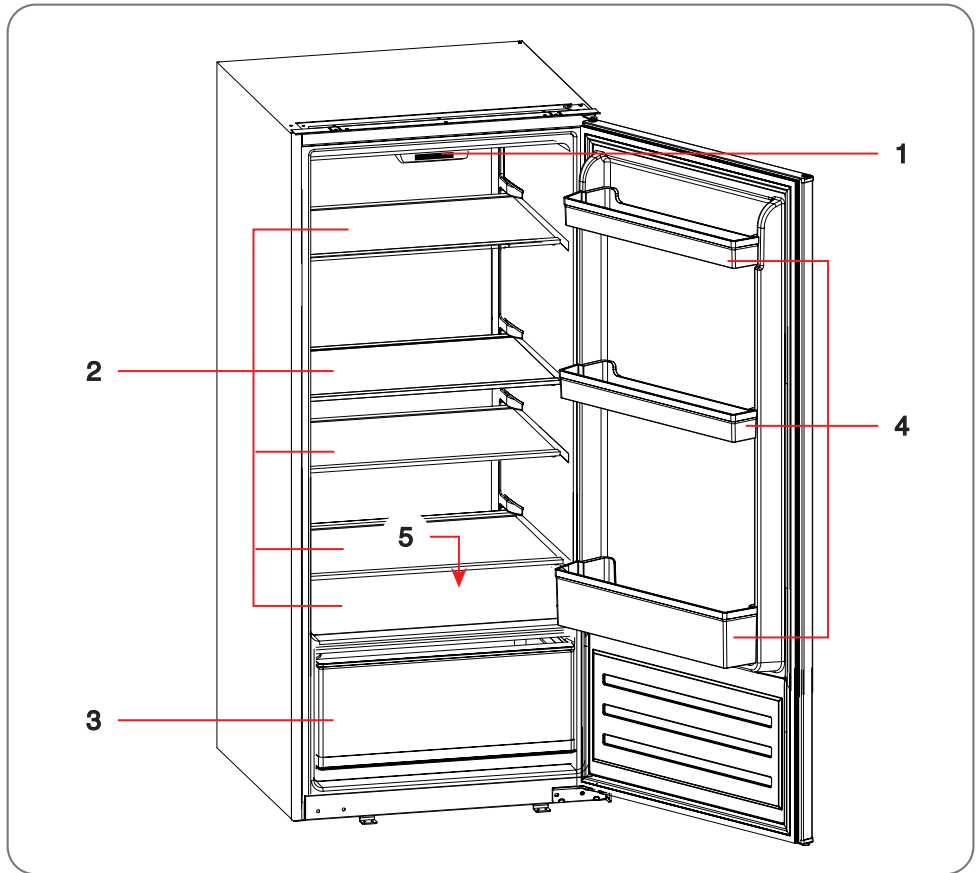

Abb. 4.1
- Das Bedienfeld für die Temperaturregelung befindet sich im mittleren Bereich im Inneren des Geräts (1, Abb.4.1).
- Zum Einschalten des Geräts halten Sie die Taste „Power“ (A) 3 Sekunden lang gedrückt. Die Anzeige leuchtet auf, wenn das Gerät eingeschaltet ist.
- Drücken Sie die Taste „Adjust“ (B), um die Temperatur im Innenraum einzustellen, und wählen Sie die Einstellung von „1“ bis „7“ (C).